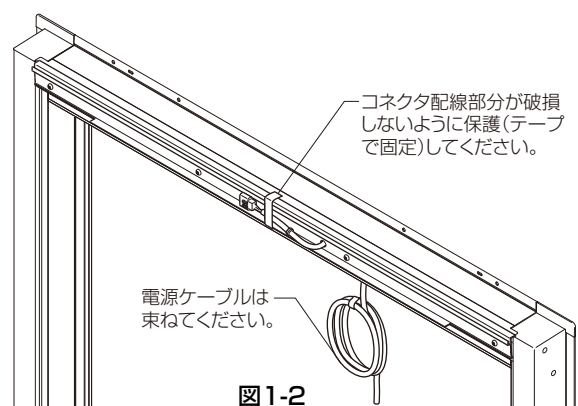

図1-2
- ① ドア上枠(室外側)に、両端から左右均等の位置に照明取付材を押当ててください。上枠からはみ出ないようにしてください。
- ② 照明取付材を押当てた状態(図1-2参照)で、照明取付材の端部にあてて穴の中心にあわせてポンチで位置出しをしてから、ドア上枠に $\phi 3.5$ mmの穴をあけ、両端部(2箇所)に付属の照明取付材固定ねじで仮固定してください。